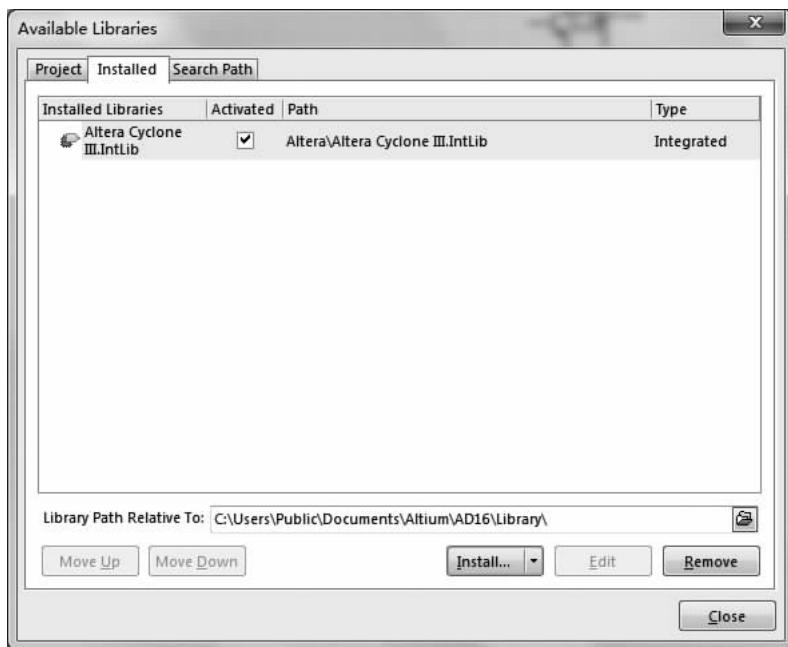

图 2-24 “Available Libraries”对话框
(2)“Installed”选项卡：显示当前开发环境已经安装的元件库。任何装载在该选项卡中的元件库都可以被开发环境中的任何工程项目所使用，如图 2-24 所示。
①“Move Up”“Move Down”按钮：可以把列表中选中的元件库上移或下移，以改变其在元件库管理器中的显示顺序。
②在列表中选中某个元件库后，单击“Remove”按钮，可以将该元件库从当前开发环境中移除。
③想要添加一个新的元件库，则可以单击“Install”按钮，在打开的元件库对话框中寻找想加载的元件库，然后单击“打开”按钮，把元件库添加到当前开发环境中。